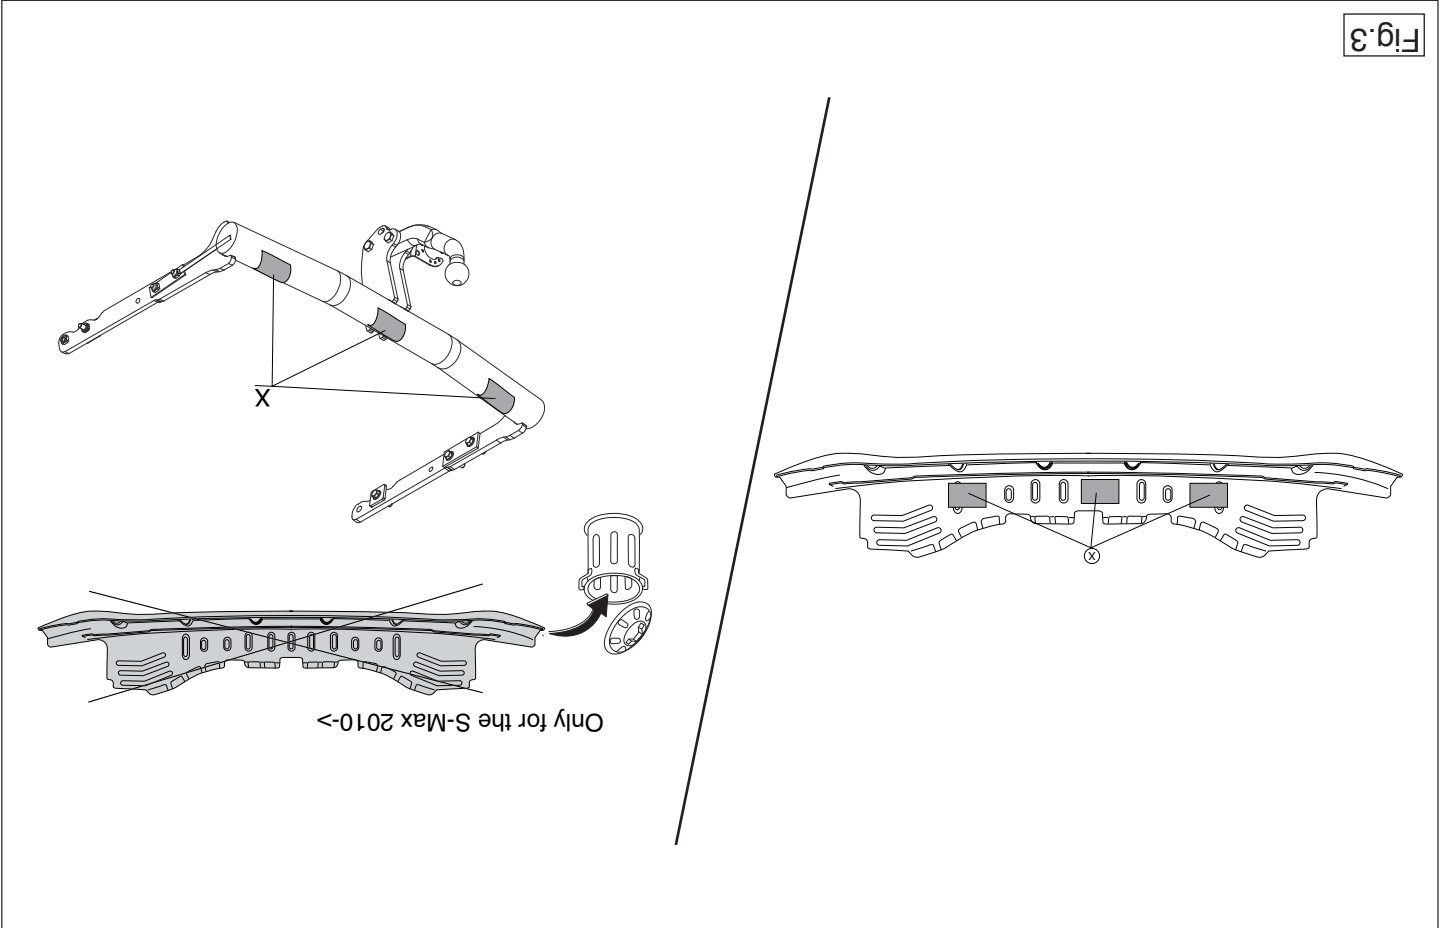

Fig.3
10. Place the 3 PE foam blocks (X). See figure 3.
10. Die drei PE-Schaumblöcke (X) einsetzen. Siehe Abbildung 3.
10. Placer les trois blocs de mousse en polyéthylène (X). Voir la figure 3.